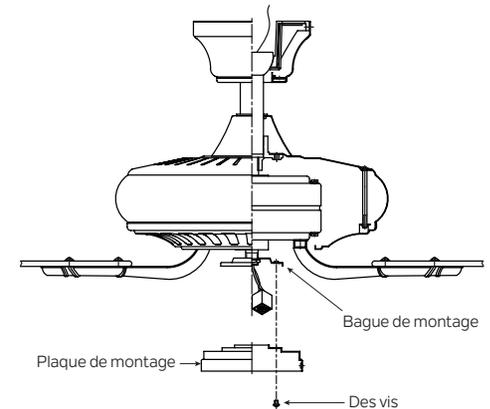

Fig. 16
Étape 1. Desserrez les deux vis sur la bague de montage fixée à l'arbre du moteur et "retirez" et conservez la troisième vis. (Fig. 16)